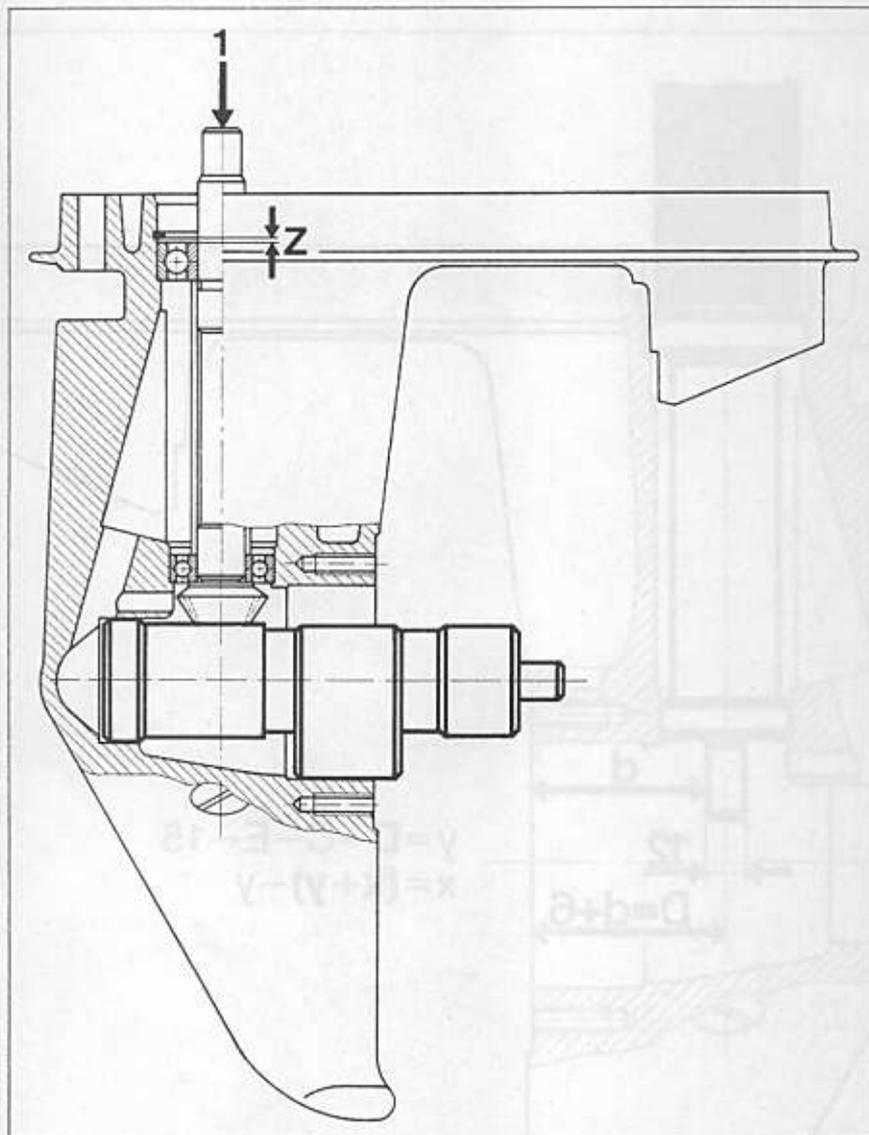
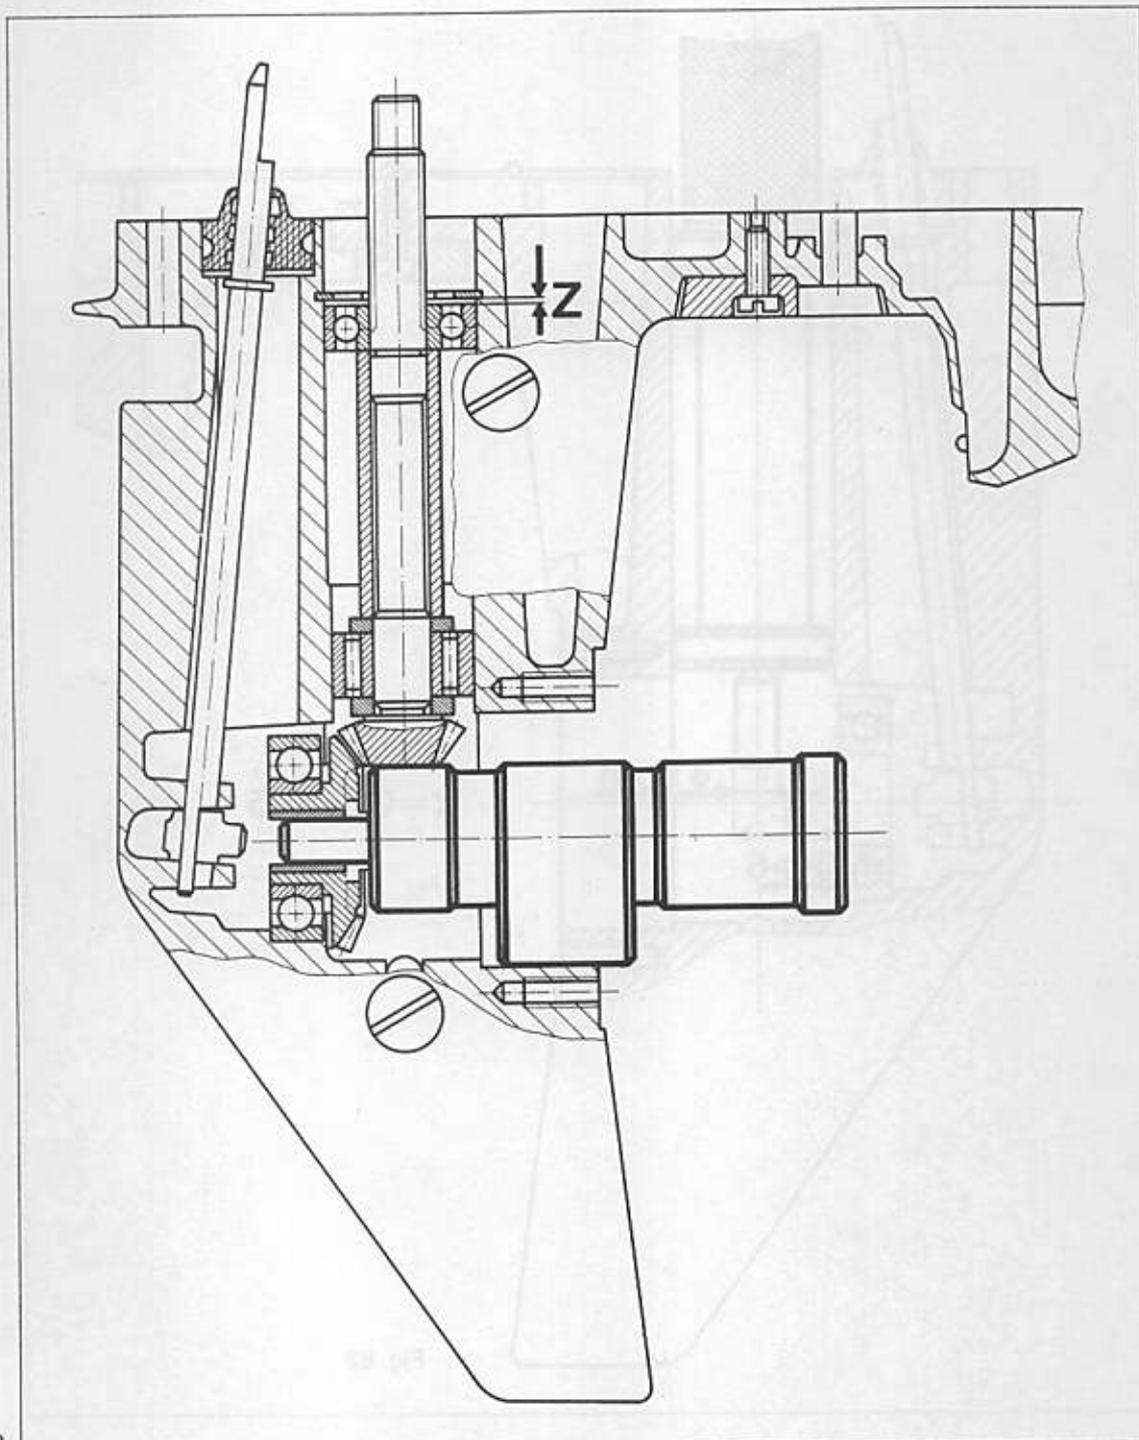

Fig. 77
Fig. 83
The tickness of shims Z for all models is determined by ambossing the drive pinion as far in as the adjuster, Part No. 710.807, and then pulling it back so as to make the top bearing seat on the flexible circlip: Figure 77 applies to the model with the Direct Power Drive.
Figure 83 applies to the model with gearbox, Forward-Neutral-Reverse.
The figures for shims Z are determined by inserting feeler gauges between the tool and the gear. Push the drive pinion again onto the adjuster, Part No. 710.807, and insert the shims Z under the flexible circlip (Figs. 77 and 83).
Lo spessore per determinare la quota Z (Fig. 83) viene calcolato come segue:
- Inserire nell'apposita sede l'attrezzo Part. No. 710807, montare il pignone il cuscinetto ed il relativo anello elastico. Lo spessore libero Z (Vedi Fig. 83) misurato con uno spessimetro risulta la quota del rasamento che deve essere montato tra l'anello elastico ed il cuscinetto (Fig. 77 e 83).
Determine the shim figures by measuring the shims Z (Figs. 77 or 83).
Per rasamenti Z procedere come prescritto (Fig. 77 o 83)
Determinate the value of Z shims by previously described procedure (fig. 83).
Lo spessore Z va determinato allo stesso modo come prescritto per gli altri modelli (Fig. 83).